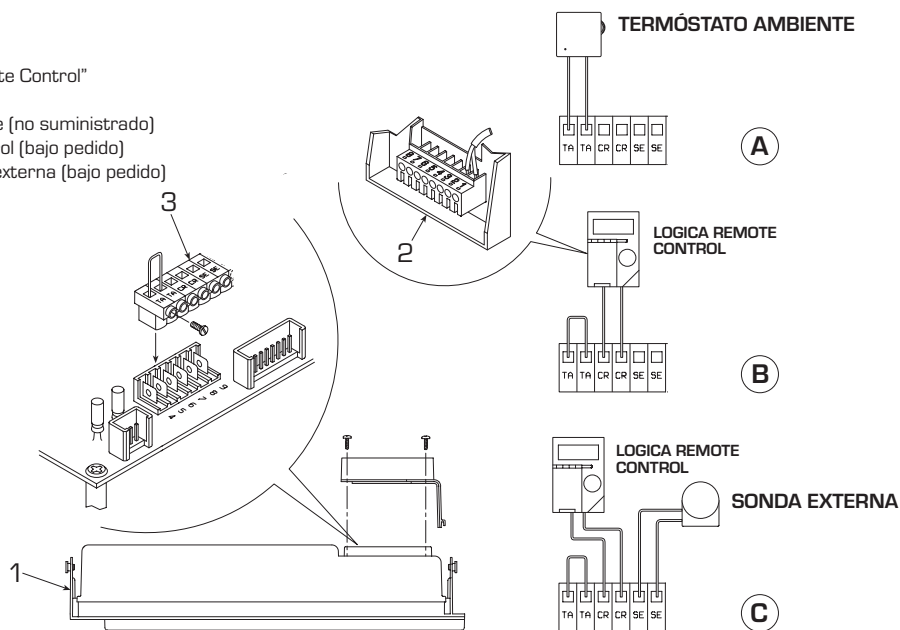

Fig. 8
2.7.1 Conexión del termóstato ambiente (fig. 8 pos. A)
2.7.2 onexión "Logica Remote Control" (fig. 8 pos. B)
2.7.3 Conexión sonda temperatura externa (fig. 8 pos. C)